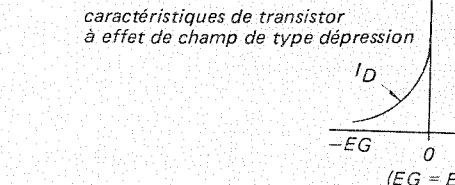

Fig. 13
- Q403, 2SK42 est un transistor à effet de champ, de canal N, de type dépression. Comme l'indique la Fig. 13, EG = ES lorsque la grille et la source sont reliées, ce qui entraîne le passage d'un courant constant inférieur à 5 mA.